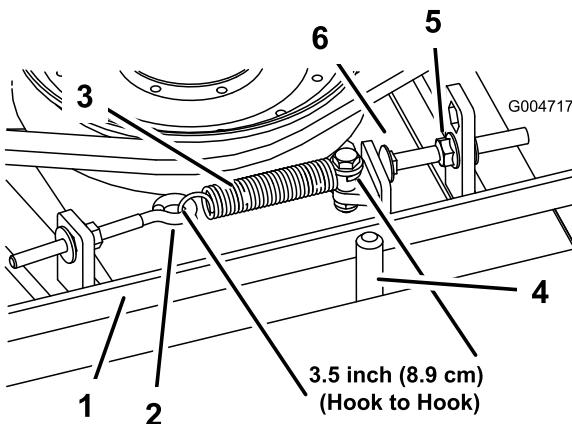

Figura 97
Cuando está correctamente tensado, la longitud del muelle de extensión (entre ganchos) debe ser de  $8,9\text{ cm} \pm 0,63\text{ mm}$  aproximadamente (medida interior). Una vez que haya obtenido la tensión correcta del muelle, ajuste el perno de tope (perno de cuello cuadrado) hasta que quede aproximadamente  $0,32\text{ cm} \pm 0,152\text{ cm}$  de holgura entre la cabeza del perno y el brazo tensor (Figura 97).
**Nota:** Asegúrese de que la correa está colocada en el lado del muelle de la guía de la correa (Figura 97).
2. Afloje el perno de ojal para poder retirar el muelle de extensión (Figura 97).
3. Afloje la tuerca con arandela prensada que fija el perno de tope a la pletina de montaje. Desenrosque la tuerca lo suficiente para permitir que el brazo tensor pase por el perno de tope (Figura 97). Aleje la polea tensora de la correa para aliviar la tensión de la correa.
8. Vuelva a conectar el muelle de extensión (Figura 97) al perno de ojal y tense la correa de la siguiente manera: